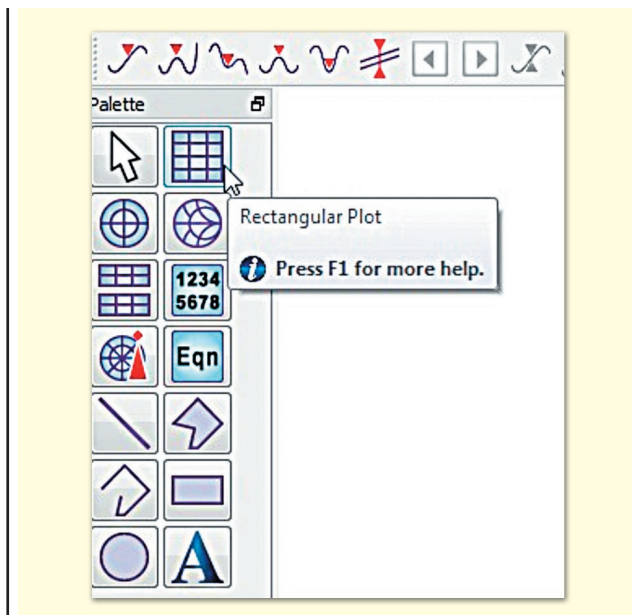

Рис. 14
- На дисплеї даних видаліть всі графіки й вставте новий графік в прямокутній системі координат (*rectangular plot*) (рис. 14).